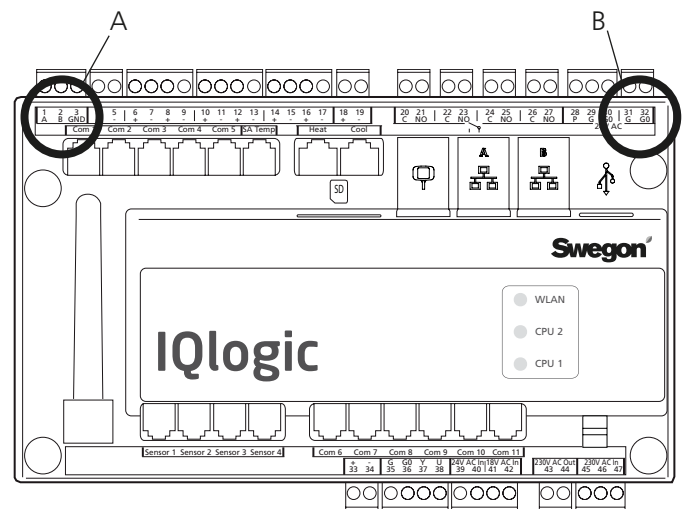

Abb. 4
Spannungszufuhr 24 VAC an die Anschlussklemmen Vin+ (24) und GND (23) anschließen. Die Spannungszufuhr kann von der Steuereinheit des Gerätes aus erfolgen, siehe unten und B in Abb. 4.
Das Netzwerk von der Kommunikationseinheit GOLDen GATE an die Steuereinheit GOLD (A in Abb. 4) anschließen. Ein Kabel mit drei Leitern verwenden.